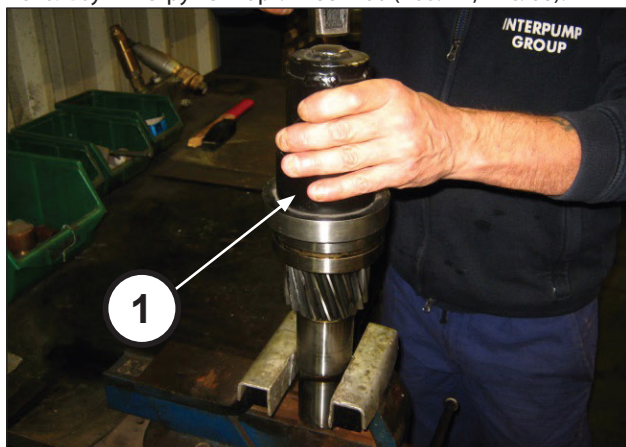

Рис. 68
Установите подшипник 65x120x31 на ведущую шестерню, используя инструмент арт. 27887100 (поз. ①, Рис. 68).